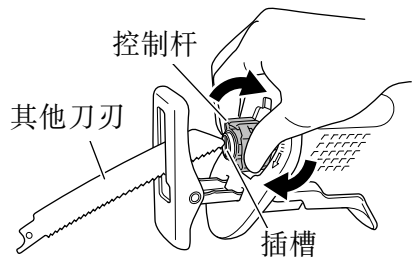

图 9
- (1) 若损坏的刀刃某部分粘在了刀刃座的小插槽中，拔出插条并将刀刃拔出。
- (2) 若损坏的锯条藏在小插槽内部，请用锯条的尖部将其钩住并取出。(图 9)